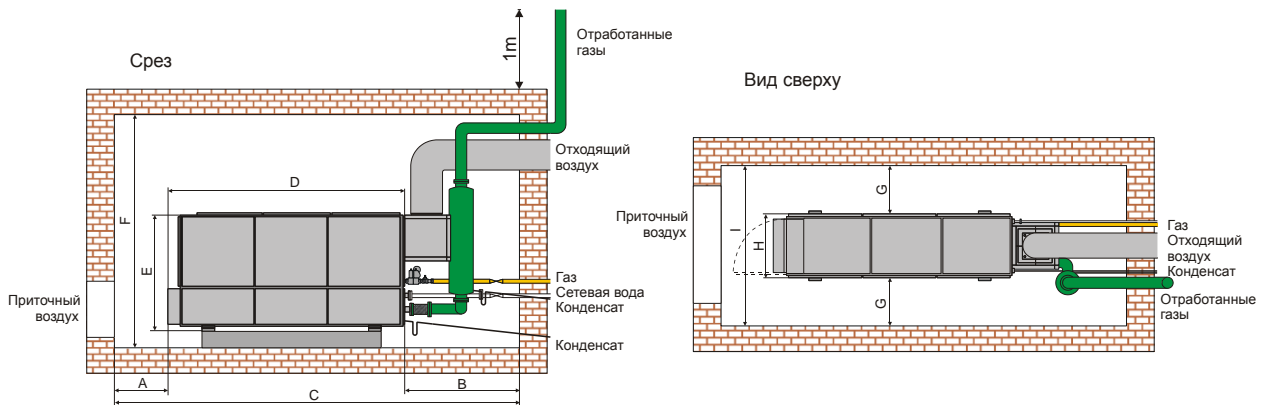

Рис. 6 Образцы монтажного плана – Изображение без арматуры и оборудования для безопасности (размеры в мм)
- Для управления и техобслуживания необходимо оставлять свободное пространство с размером в свету согл. монтажному плану на стр. 27 Рис. 6.